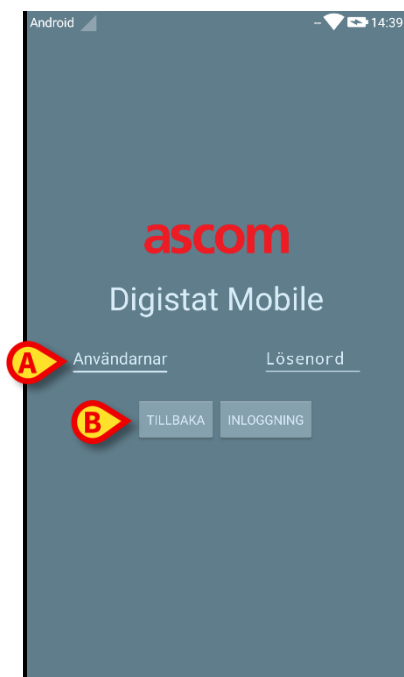

Fig. 13
Tryck på detta alternativ för att komma åt skärmbilden för inloggning (som beskrivs nedan – Fig. 13).
Följande skärmbild visas (Fig. 13).
- Mata in användarnamn och lösenord (Fig. 13 **A**).
- Tryck på knappen **Inloggning** (Fig. 13 **B**).